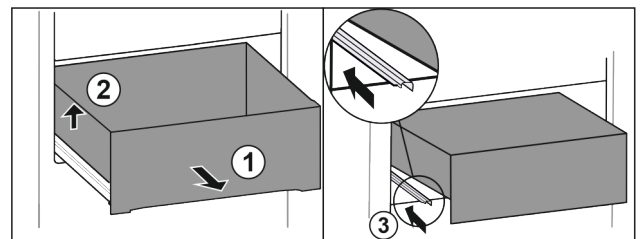

Fig. 127
- Schubfach bis zum Anschlag herausziehen. Fig. 127 (1)
- Schubfach links anheben. Fig. 127 (2)
- Linke Schiene einschieben. Fig. 127 (3)